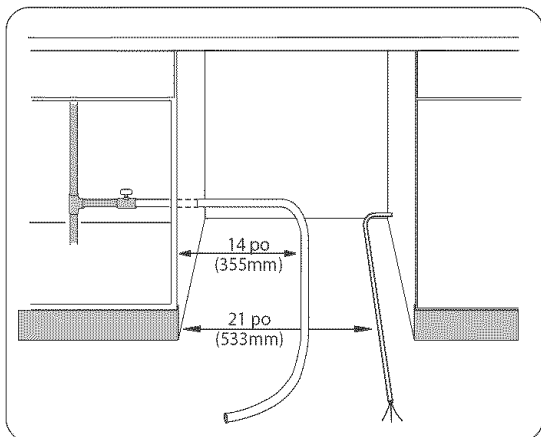

Figure 18
- 1) Placer et positionner les canalisations en eau chaude et électrique comme à la figure 18 pour qu'elles s'alignent avec les rainures sous la base du lave-vaisselle.